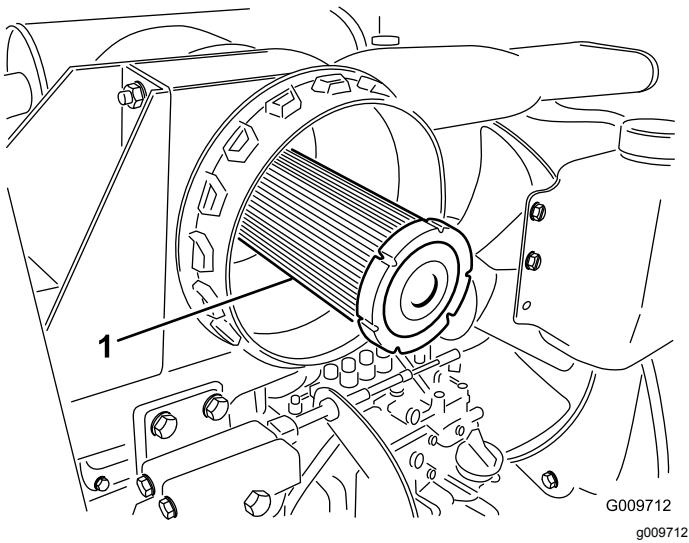

Bild 52
**Wichtig:** Versuchen Sie nie, den Sicherheitsfilter zu reinigen (Bild 52). Tauschen Sie den Sicherheitsfilter bei jeder dritten Wartung des Hauptluftfilters aus.